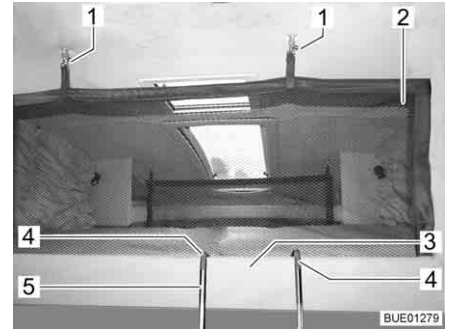
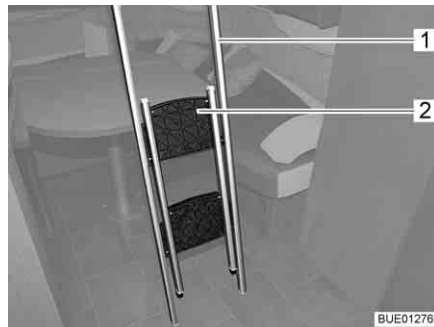
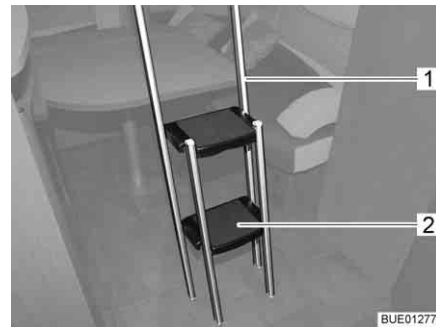

Fig. 106 Letto basculante con rete protettiva montata
Fig. 107 Scaletta di accesso, chiusa
Fig. 108 Scaletta di accesso, aperta
**Rete protettiva** Se è disponibile una rete protettiva (Fig. 106,2), questa è sistemata con le cinture di ritegno sotto il materasso del letto basculante. Fissare la rete protettiva soltanto dopo che le persone si sono stese nel letto basculante.
*Fissaggio:* ■ Agganciare la cintura di ritegno (Fig. 106,1) ai ganci del soffitto.
*Agganciare:* ■ Agganciare la scaletta di accesso (Fig. 106,5 o Fig. 107,1) con le due staffe (Fig. 106,4) nella barra di presa (Fig. 106,3) al letto basculante.
■ Agganciare la parte chiusa (Fig. 107,2) della scaletta di accesso al bordo superiore, quindi aprirla fino a che tutti i quattro piedini appoggiano saldamente sul pavimento (Fig. 108).
*Stivamento:* ■ Ribaltare verso l'interno gli scalini (Fig. 108,2).
■ Staccare la scaletta di accesso (Fig. 108,1) dalla barra di presa nel letto basculante.